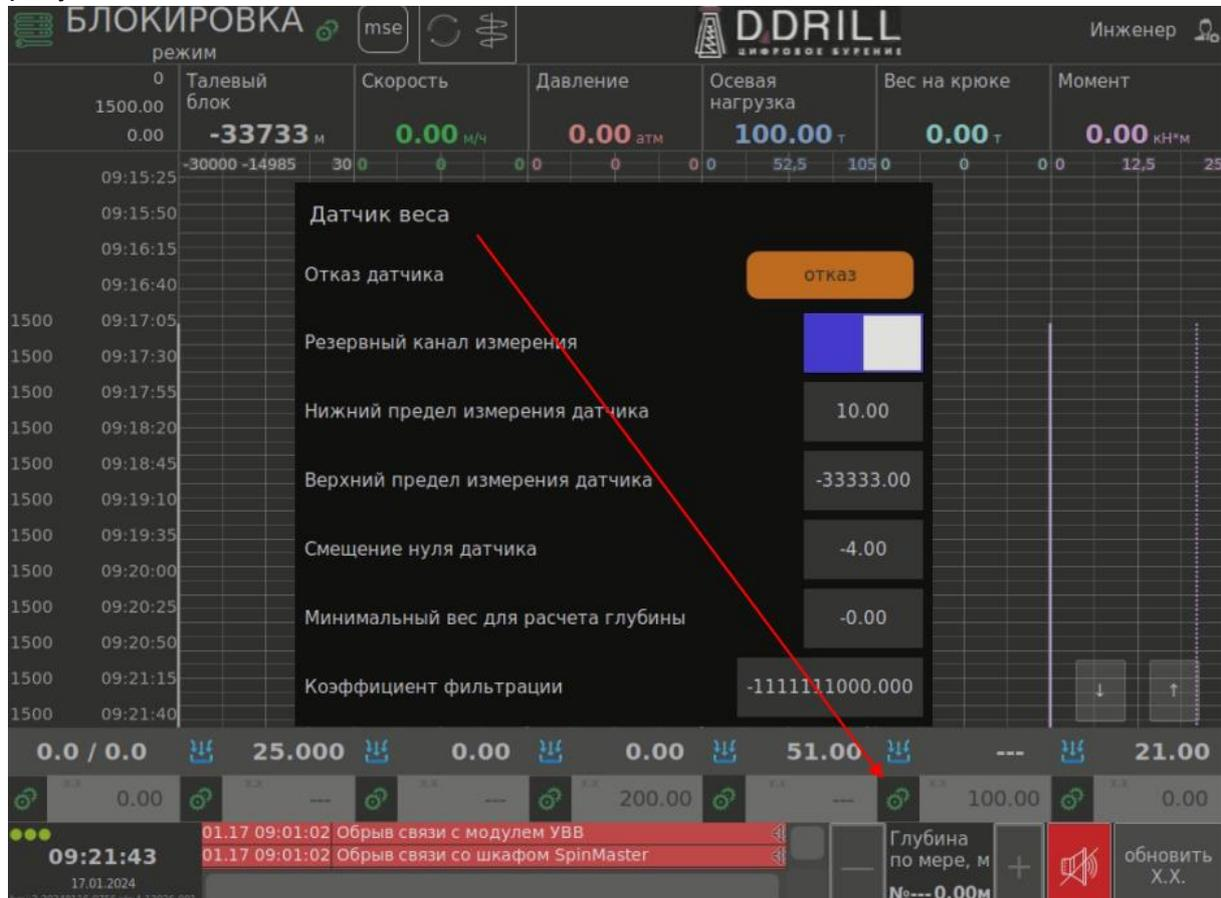

Рис. 13
1. Для настройки датчика веса нажмите на изображение шестерни, указанной на рисунке Рис. 13.